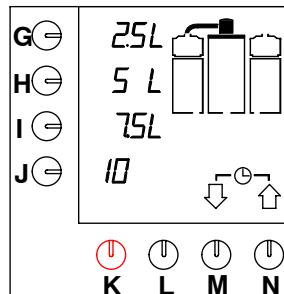

Fig. 5 Display con las opciones estandar
– El piloto indicador del interruptor se encenderá. El display mostrará las opciones standar, ver fig. 5.